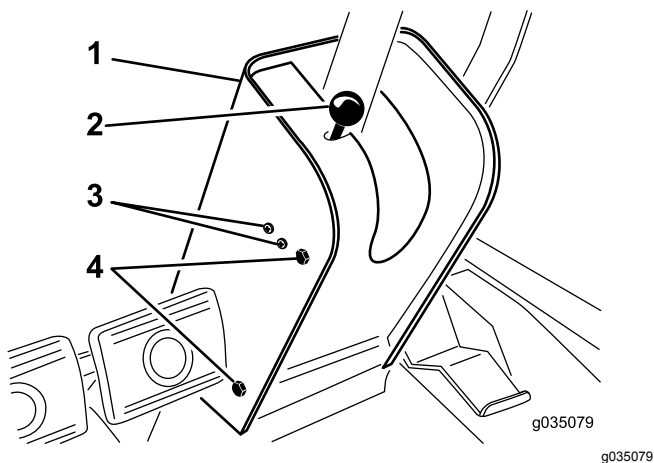

Figura 73
2. Retire el pomo de la varilla del freno de estacionamiento y retire los tornillos de la cubierta de la columna de dirección (Figura 73).
4. Afloje los tornillos y las tuercas que sujetan el interruptor del freno de estacionamiento al lado izquierdo de la columna de dirección (Figura 73).